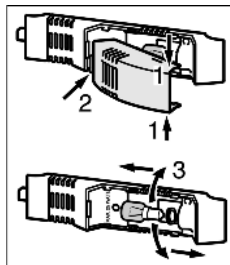

Fig. 13
- ▶ A lámpa borítóját *Fig. 13 (1)* fogja meg fent és lent.
- ▶ A lámpa borítóját hátul pattintsa ki és akassza le *Fig. 13 (2)*.
- ▶ Cserélje ki a lámpát *Fig. 13 (3)*.